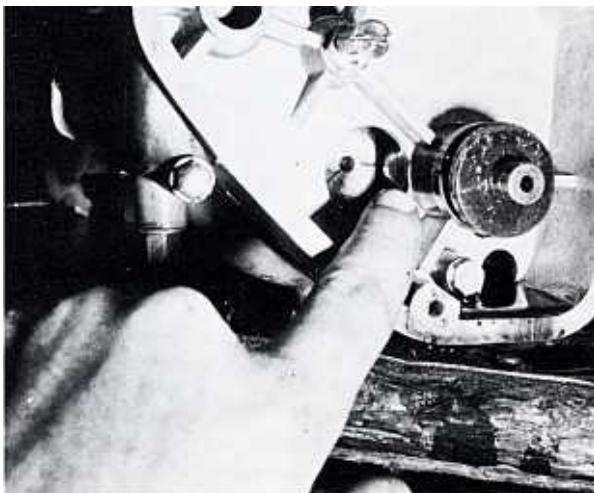

Bild 142
- Der Einbau des Innendeckels und der dazu gehörenden Teile bereitet keine Schwierigkeiten, doch muss man auf die richtige Ausrichtung der Schaltwalze zur Schaltwelle achten. Das Getriebe in Leerlaufstellung schalten. An der rechten Seite der Endfläche der Schaltwalzenwelle (Stellung 3 Uhr) erscheint eine Strichmarke. Die Marke an der Schaltwelle genau gegenüber dieser Marke einstellen (Bild 142, 145). Dies muss vor dem Anziehen der Befestigungsschrauben des Innendeckels erfolgen. Ebenso ist zu prüfen, ob der Kupplungsausrückmechanismus richtig eingebaut ist. Es empfiehlt sich, vor dem Aufsetzen des Innendeckels ein Stück einer Sekundärkette über das Getrieberitzel zu legen, da das spätere Einfädeln der Kette äusserst mühsam ist.